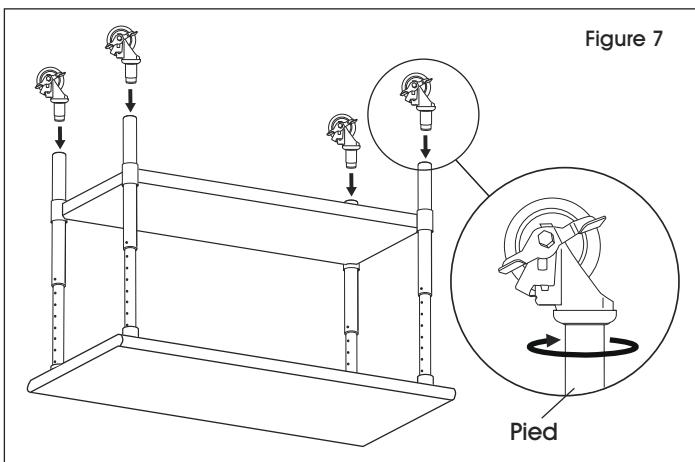

Figure 7
4. Une fois la roulette complètement insérée dans le pied, tournez-la dans le sens horaire jusqu'à ce qu'elle soit bien fixée au pied. (Voir Figure 7)